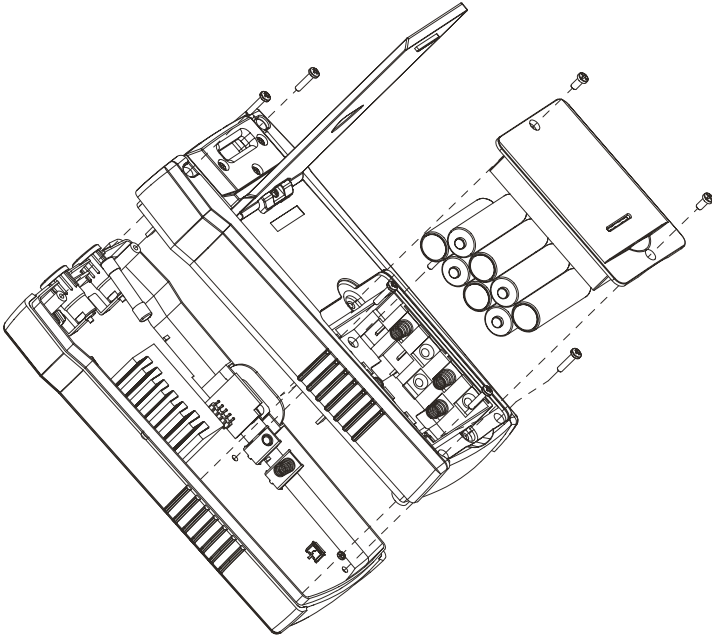

Figura 5.0c: Reemplazo del fusible del transmisor
6. Extraiga la tapa posterior tirando hacia arriba como se muestra en la Figura 5.0c.